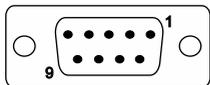

Fig. 17
- Affectez le connecteur femelle D-SUB à 9 pôles conformément à la **Fig. 17**.